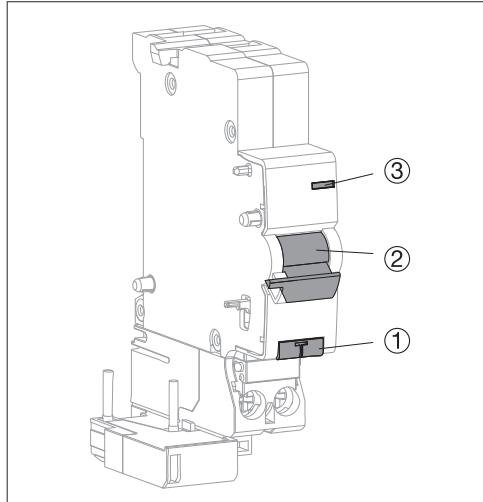

Fig 1 : Descrição da unidade detectora de arco
Pressione brevemente o botão de teste T (ver Fig. 1). Ao pressionar o botão de teste, o AFDD deverá disparar. Teste regularmente.
O botão de teste T (ver Fig. 1) é usado para testar o dispositivo. O AFDD deve disparar após um breve pressionamento do botão de teste. Após isso, o dispositivo pode ser ligado novamente.
- Pressione o botão de teste T (veja a Fig. 1) por 5 segundos para ativar o modo Bluetooth®.